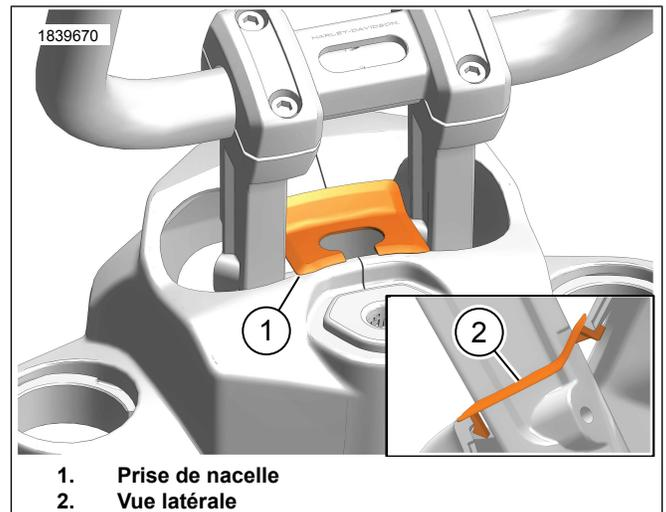

Figure 5. Prise de nacelle
7. Voir la figure 5. Installer la prise de la nacelle.
- a. Installer la prise de la nacelle (1) en haut de la nacelle.
- c. Pivoter la prise de la nacelle (1) vers la clipser en place.